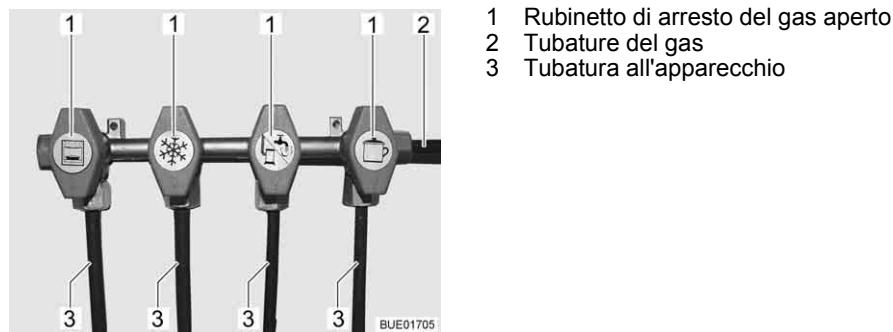

Fig. 91 Posizione dei rubinetti di arresto del gas (esempio)
**Apertura:** ■ Posizionare il rubinetto di arresto del gas dell'apparecchio a gas corrispondente parallelamente (Fig. 91,1) alla tubatura (Fig. 91,3) che alimenta l'apparecchio.